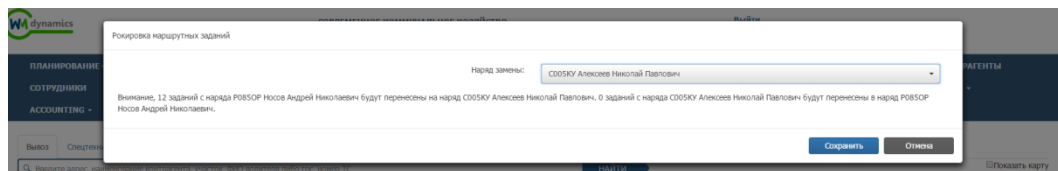

Рисунок 57. Рокировка маршрутных заданий разрешена
- Если ТС *Наряда 2* поддерживает типы емкостей и действия с ними из маршрутных заданий *Наряда 1*, то появится предупреждающая надпись о количестве переносимых заданий и данных о нарядах, участвующих в замене. После нажатия на кнопку «Сохранить» будет произведена замена маршрутных заданий между *Нарядом 1* и *Нарядом 2* (Рисунок 57).